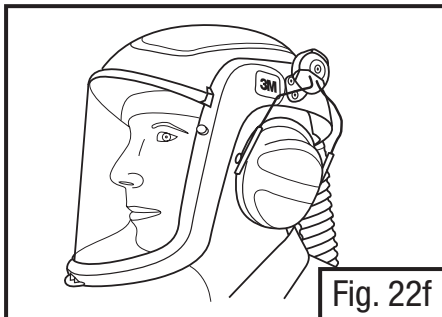

Fig. 22f
- **Usage (Uso):** Quando em uso, a fiação deve ser empurrada totalmente para dentro na direção de sua cabeça até escutar um “click” (Fig. 22f). Os protetores de espuma das conchas devem envolver completamente as orelhas e vedar firmemente contra a cabeça. Para o melhor desempenho para atenuar os ruídos, puxe o cabelo para trás por debaixo das orelhas, de modo a que as conchas fiquem bem juntas à cabeça.